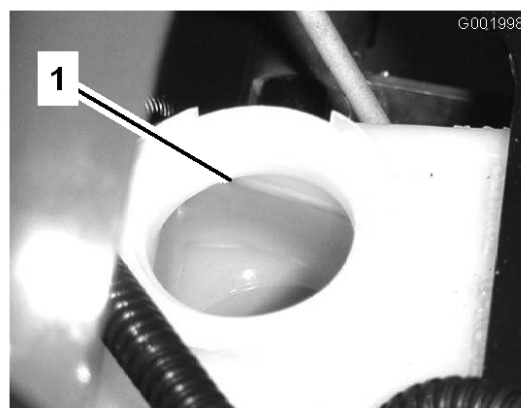

Figura 62
- O nível do fluído deve estar ao nível da linha Full indicada no reservatório (Figura 62).